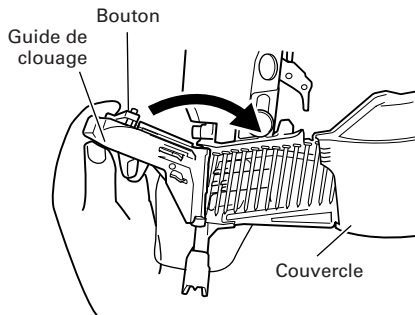

Fig. 6
- (3) Fermer le guide de clouage. Après avoir vérifié que le couvercle est fermé, passer le doigt dans le guide de clouage et le bouton et, tout en appuyant sur le bouton, tourner le guide de clouage vers la droite pour le refermer complètement. (Fig. 6) L'opération ci-dessus met fin au chargement des clous.